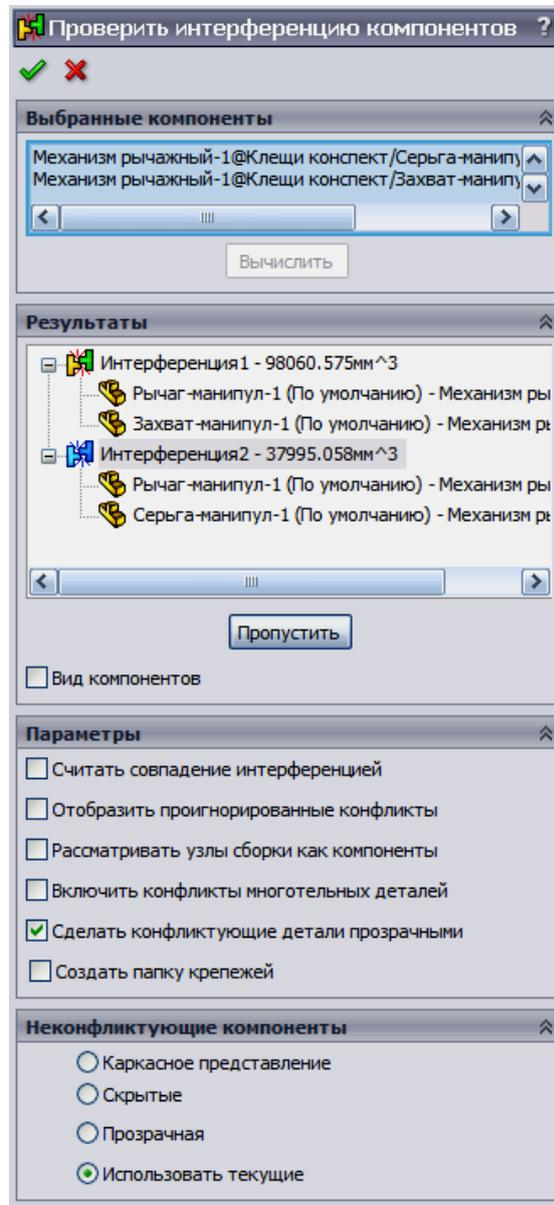

Рис. 11.112 Менеджер свойств инструмента Проверить интерференцию компонентов
2. Установите параметры и настройки в панелях открывшегося *Менеджера свойств* инструмента (рис.11.112):
После того, как все параметры и настройки вычисления интерференции будут выполнены, для запуска расчёта нажмите кнопку *Вычислить* в разделе **Выбранные компоненты**. Все обнаруженные интерференции и их объёмы будут перечислены в окне **Результаты** (см.рис.11.112).